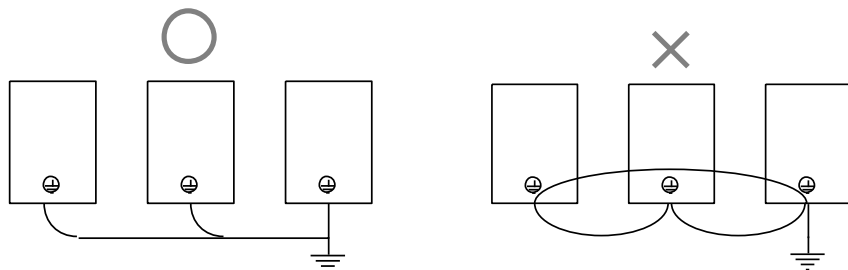

图 4-9 多个变频器接地方法
- 多个变频器接地时，为避免接地线形成回路，建议尽量不要形成环路。多个变频器接地方法见图 4-9。